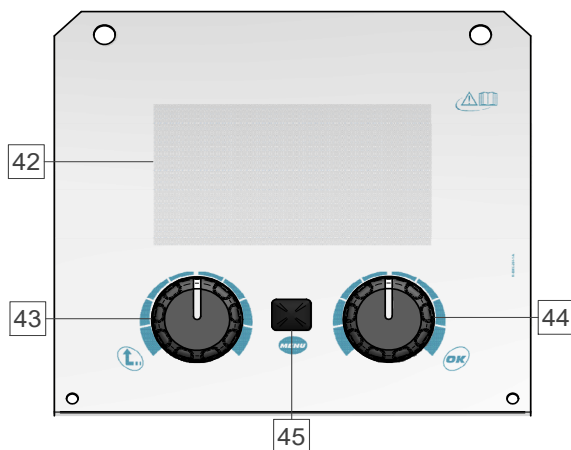

Figura 8
- Vista PRO (Figura 8.)
- Selecione uma das vistas (Basic – Figura 7 ou PRO – Figura 8.).